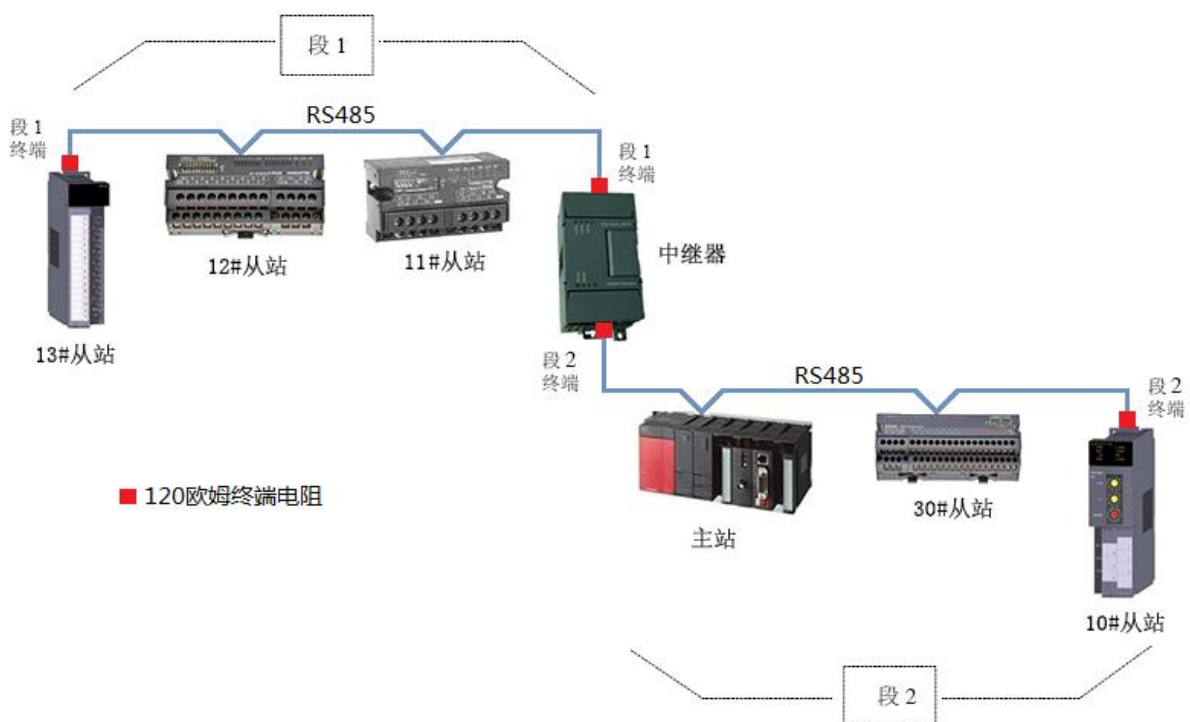

图 1-1 RS485 采用总线型网络拓扑结构
1.1、TIA/EIA-485标准规定RS485信号传输时，采用总线型的网络拓扑结构，并提出了网络段、终端、分支、中继器、连接器等网络部件和概念，如图1-1所示，当电缆长度超过TIA/EIA-485标准规定的距离（115.2Kbps时为1200米）或网络中的站点数量超过规定数量（32个）时，需使用中继器将总线分割为段1和段2二个网络段，每个网络段的头和尾称为终端。